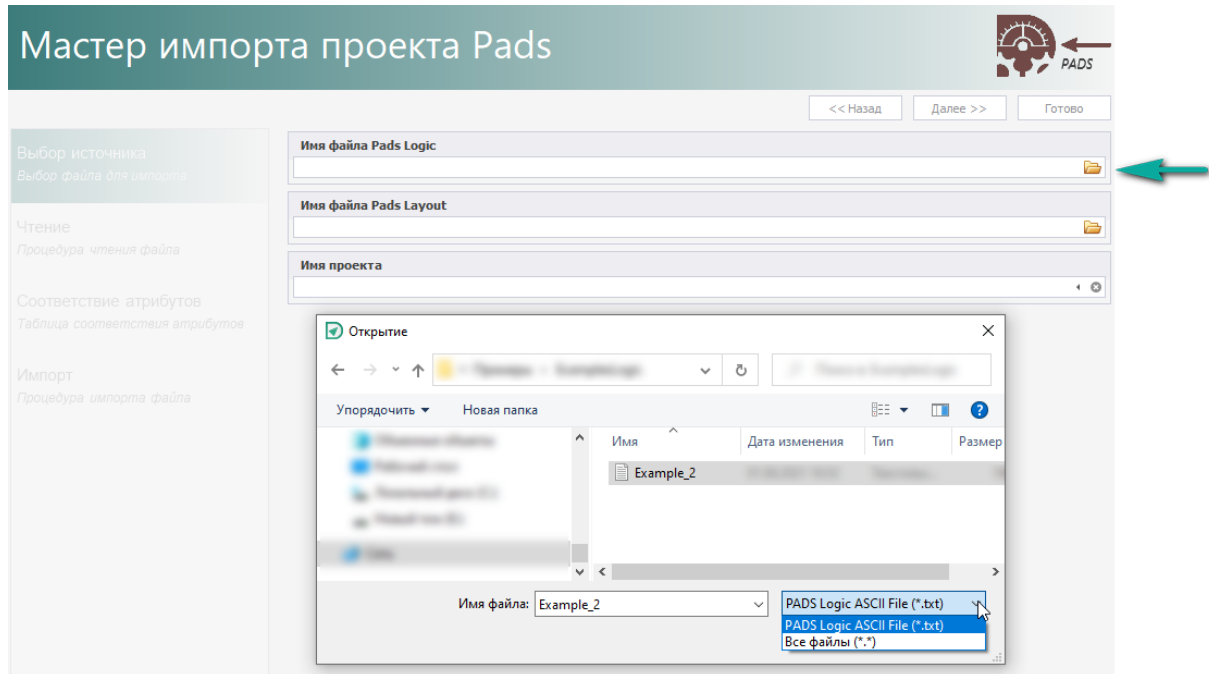

Рис. 12 Выбор импортируемых файлов
1. На шаге «Выбор источника» выберите файлы для импорта, см. Рис. 12, нажав .